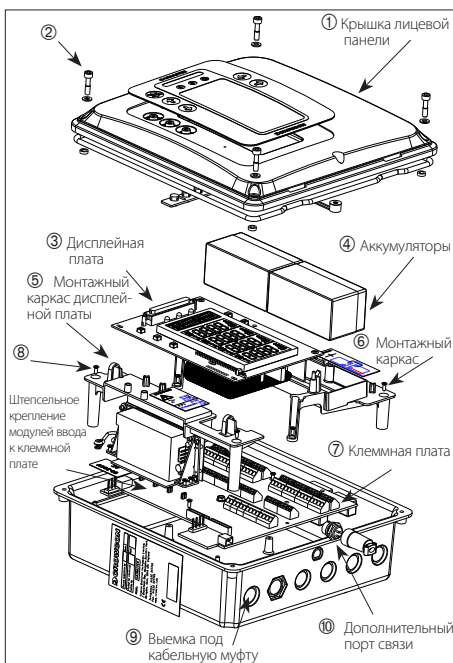
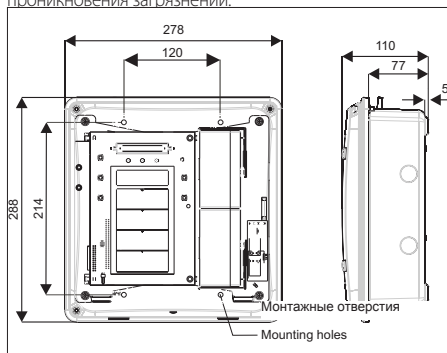

Рис. 2.1 Gasmaster в разобранном виде
Рис. 2.3 Габаритные размеры Gasmaster и монтажные отверстия
Данный подраздел содержит ознакомительные сведения о конструктивном исполнении устройств *Gasmaster 4* и *Gasmaster 1*, предварительно настроенных для работы с поставляемыми датчиками сигнализации. Внутреннее устройство Gasmaster представлено на рис. 2.1, 2.2 и 2.5.
Внутреннее устройство Gasmaster в разобранном виде представлено на рис. 2.1. Для демонтажа крышки лицевой панели ① необходимо отвернуть четыре винта крепления ② и соблюдая осторожность отсоединить двухполюсный соединитель от дисплейной платы ③. Крышку лицевой панели можно либо оставить прикрепленной к корпусу при помощи одного крепежного винта, либо полностью снять и положить в безопасное место. Конструкцией предусматриваются два отдельных монтажных каркаса для установки дисплейной платы ③ и аккумуляторов ④. На клеммной плате ⑦ размещаются модули ввода и все входные и выходные клеммы. Подключение дисплейной платы осуществляется при помощи 50-жильного ленточного соединителя; на левой стороне платы предусмотрены откидные петли для обеспечения доступа к клеммам подключения датчиков контроля. При откидывании дисплейной платы и удалении аккумуляторной обеспечивается доступ к большинству клемм. В случае необходимости обеспечения более удобного доступа к клеммам предусмотрена возможность демонтажа обоих монтажных каркасов. Для демонтажа монтажного каркаса дисплейной платы следует в первую очередь отсоединить ленточный соединитель дисплейной платы с соблюдением
Габаритные размеры Gasmaster представлены на рис. 2.3. Для обеспечения доступа к монтажным отверстиям демонтируйте крышку лицевой панели, отвернув крепежные винты ② (см. рис. 2.1). Соблюдая осторожность, отсоедините разъем устройства звуковой сигнализации от дисплейной платы. Уберите крышку лицевой панели в безопасное место. Установите Gasmaster в требуемое